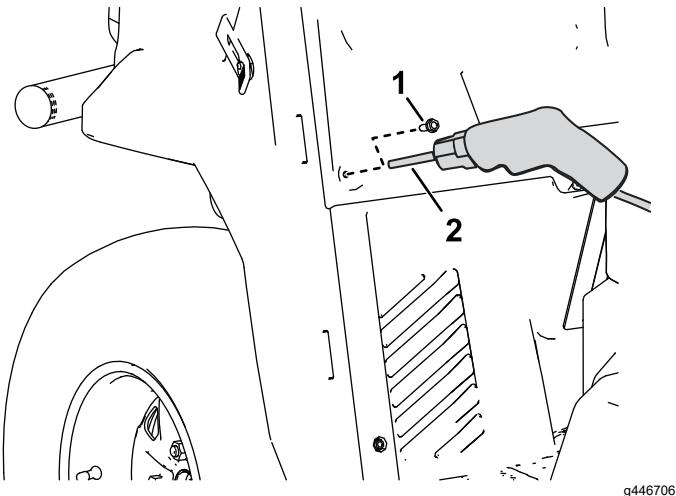

Bild 2
6. Entfernen Sie die vorhandenen Schrauben (1/4 x 3/4") sowohl auf der Fahrer- als auch auf der Beifahrerseite aus dem vorderen Rahmenrohr (Bild 2).
7. Bohren Sie mit einem 11/32"-Bohrer die vorhandenen Löcher durch beide Wände des vorderen Rahmenrohrs auf der Fahrer- und Beifahrerseite, wie in Bild 2 dargestellt. Wenn Ihre Maschine dieses Loch im Armaturenbrett/Rahmen hat, fahren Sie mit dem nächsten Verfahrensschritt fort.